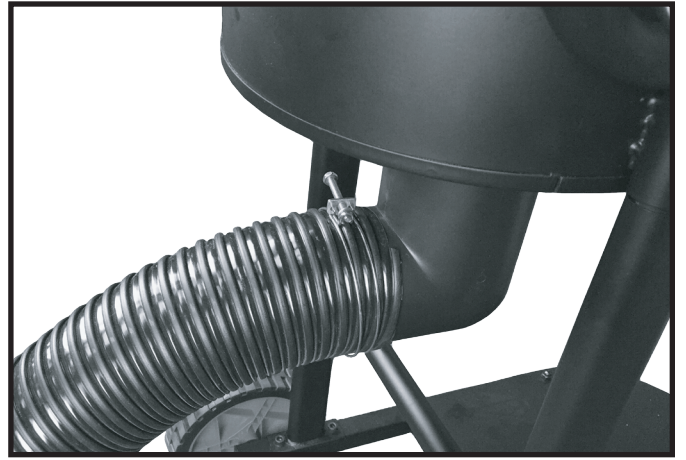

FIGURE 20
1. Placer l'anneau de retenue du sac recouvert (8) de tissu dans l'ouverture du sac collecteur de poussière en plastique transparent (6). Enrouler environ 15 cm (6 po) du sac autour de l'anneau de retenue.
2. Insérer le sac dans le grand trou du module moteur-suffleur et insérer l'anneau de retenue dans la rainure inférieure. Au besoin, plier l'anneau pour l'insérer en place. L'anneau de retenue s'insérera dans la partie inférieure du boîtier du souffleur à l'identique avec l'installation du sac Micron dans la partie supérieure du boîtier du souffleur. Se référer à Fig 19 et Fig 20 page 15.
Attacher lâchement le collier de serrage du tuyau autour d'une extrémité du tuyau flexible (**tuyau vendu séparément**) et raccorder le tuyau à l'orifice d'admission de la poussière. Serrer le collier de serrage tel illustré en Fig 20. Assembler l'autre collier de serrage à l'autre extrémité du tuyau flexible et le raccorder à la machine de travail du bois.